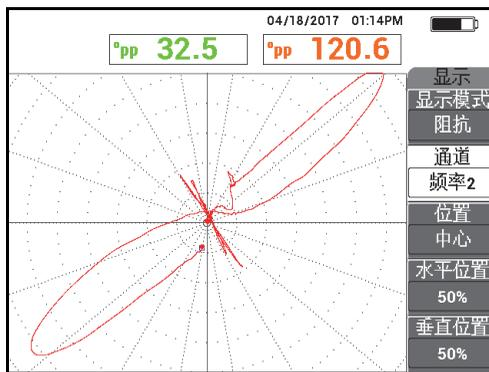

图 5-199 扫查管件的整个长度
- 扫查管件的整个长度, 扫查完成后按冻结键 (  ) (参见第 251 页的图 5-199)。